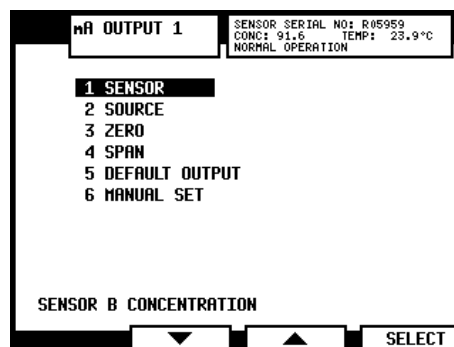

Figure 6.10 Menu Sortie (*Output*) pour sortie mA 1
- Sélectionnez la sortie mA, 1 ou 2, pour accéder au menu Sortie (*Output*) (Figure 6.10 ci-dessous) où la sortie peut être configurée.
Remarque : La ligne située dans la partie inférieure de l'affichage du menu Output (Sortie) indique la configuration actuelle de la sortie mA sélectionnée, par exemple, sur la Figure 6.10 la sortie mA 1 est configurée pour envoyer le relevé de la concentration du capteur B.